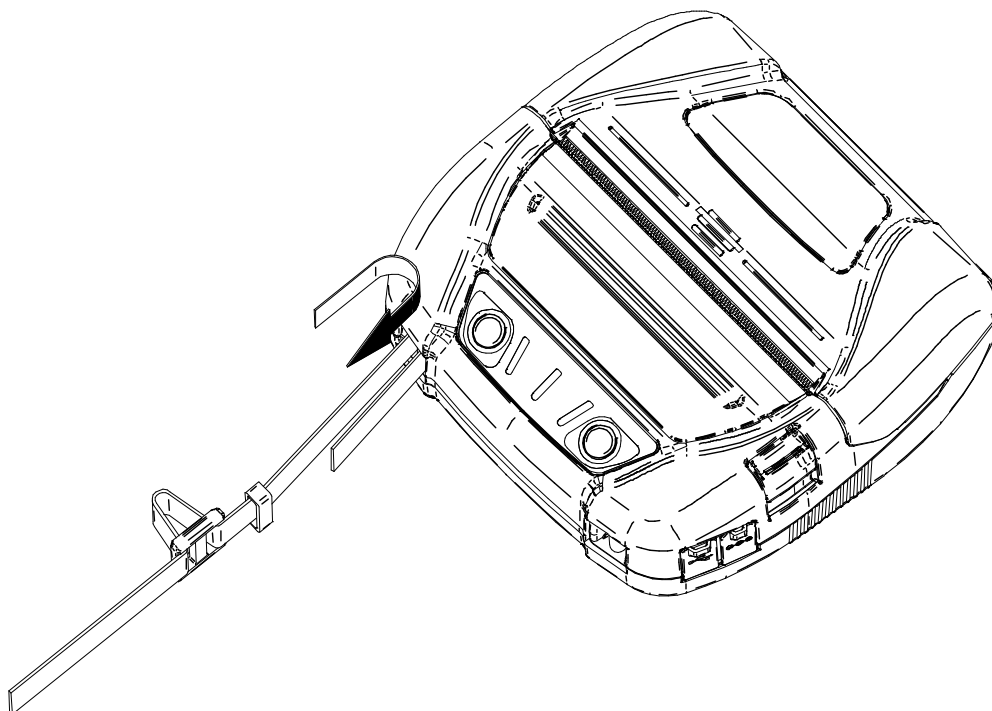

Figura 14-4 Colocación de la correa de hombro (1)
- (1) Pase el principio de la correa de hombro por la parte de la impresora dedicada a su colocación tal como se muestra en la Figura 14-4.